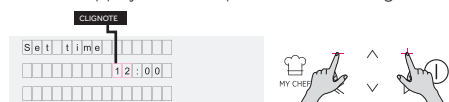

Figure 4
• Régler l'heure en appuyant sur les boutons PLUS et MOINS. Appuyer sur OK pour continuer (Figure 4).